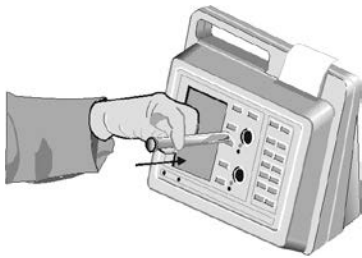

Figura 9. Inserción del tubo de ensayo en el pocillo
3. Inserte el tubo de ensayo en el pocillo (Figura 9 a continuación). Gire rápidamente el tubo en el sentido de las agujas del reloj una revolución. La pantalla mostrará brevemente **DETECTING MAGNET PLEASE WAIT** (DETECTANDO EL IMÁN. POR FAVOR, ESPERE).